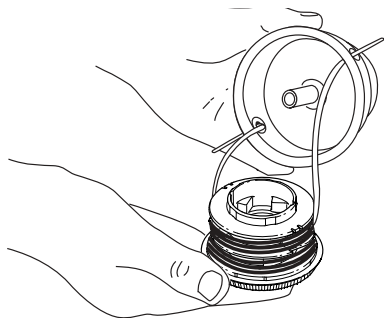

Figure 22
3. Inserte los extremos de la línea de corte del nuevo carrete interior dentro de los ojalillos de la bobina exterior (Fig. 22). Coloque el nuevo carrete interior con la flecha hacia arriba dentro de la bobina exterior.
3. Saque el carrete interior con la línea existente de la bobina exterior (Fig. 22).